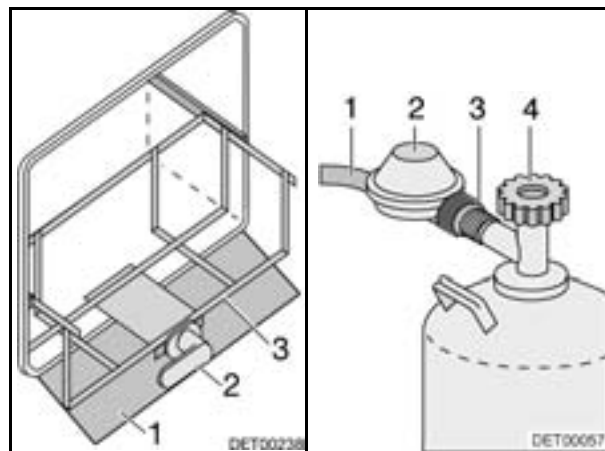

Bild 107 Gaskasten    Bild 108 Gasflasche
- Wenn ein Schutzblech vorhanden ist, das Schutzblech (Bild 107,1) nach unten klappen.
- Griff (Bild 107,2) senkrecht stellen.
- Schlitten (Bild 107,3) bis zum Anschlag herausziehen.
- Griff (Bild 107,2) waagrecht stellen.
- Schlitten (Bild 107,3) bis zum Anschlag einschieben und Griff (Bild 107,2) waagrecht stellen.
- Wenn ein Schutzblech vorhanden ist, das Schutzblech (Bild 107,1) nach oben klappen.